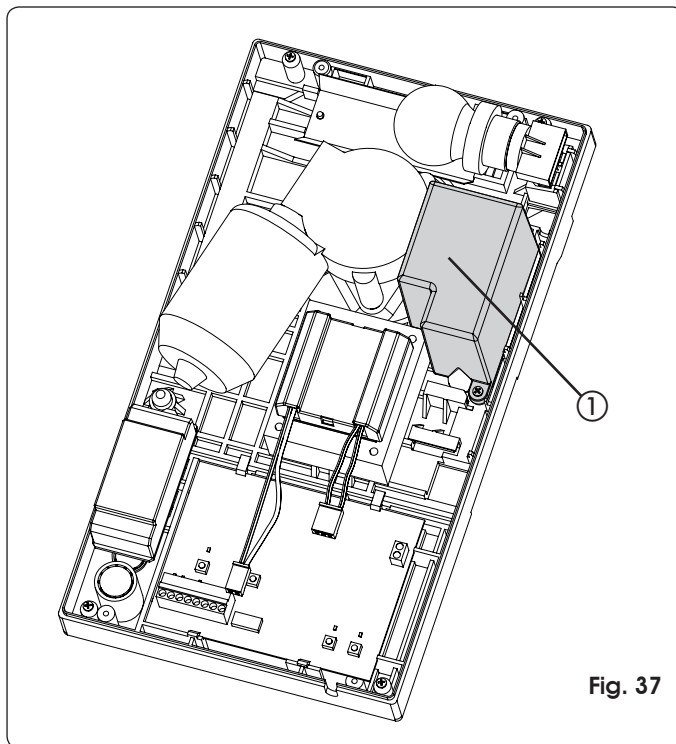

Fig. 37
El kit baterías tampón permite accionar la automatización cuando falta la alimentación de línea. El alojamiento de las baterías está previsto en el interior del operador (Fig. 37 ref. ①) por medio de un tornillo suministrado en dotación. Para la instalación consulte las correspondientes instrucciones.